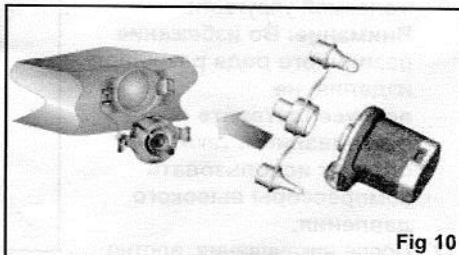

Fig 10
17. Для того, чтобы положить изделие в упаковку, используйте насос для выкачивания оставшегося воздуха. (Рис. 10).